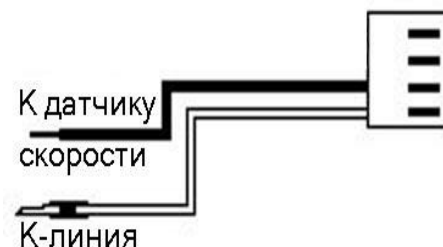
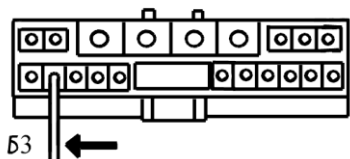
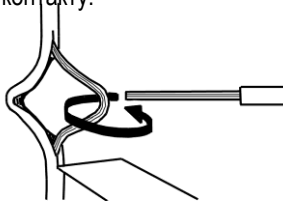
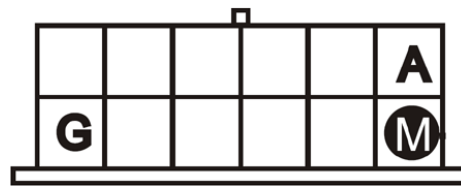

Рис. 7
Рис. 8
Рис. 9
Рис. 10
14) Протяните чёрный провод, который идёт в поставке (рис. 7), в правый нижний угол автомобиля. Найдите жгут с разъёмом и подключите чёрный провод от бортового компьютера к 2 контакту (бело-зелёный провод) разъёма, который идёт на спидометр (рис. 8). Родной провод рекомендуется не отрезать, а разрезав изоляцию скрутить с проводом (по возможности спаять) и заизолировать (рис. 9). Если у вас **Lanos DOHC 1.6** и нет разъема (рис. 8), тогда подключаем, как показано на рисунке 11. Если ЭБУ подключается 2-мя 32-х контактными разъемами, то чёрный провод подключается к 10 контакту. Т.е. если мы смотрим на ЭБУ, справа у нас красный разъём, то на белом подключаем к 10-му верхнему контакту.
16) Подсоедините этот провод в точку «М» диагностического разъёма со стороны подключения диагностического тестера (рис. 10). Родной провод рекомендуется не отрезать, а разрезав изоляцию скрутить с проводом компьютера (по возможности спаять) и заизолировать (рис. 9).